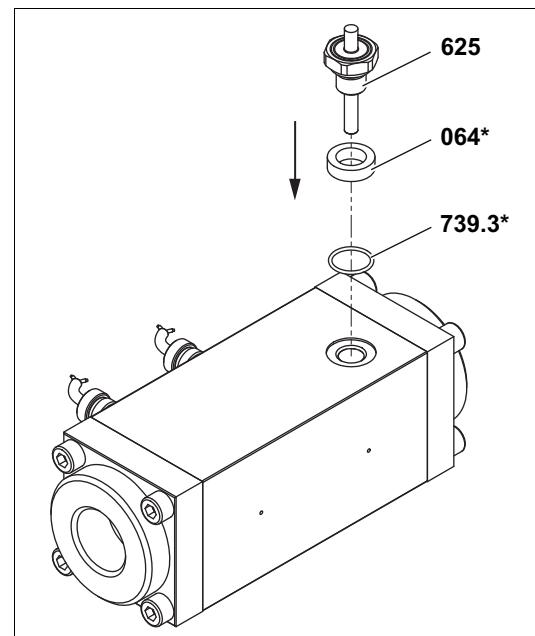

Fig. 2 Monter EET dans OME 13 – 32
4. Si le disque de support et le joint torique ont été préalablement retirés de l'OME: Poser le disque de support **064*** avec joint torique inséré **739.3*** dans l'orifice du capteur avant le montage du capteur, voir Fig. 2, page 12.